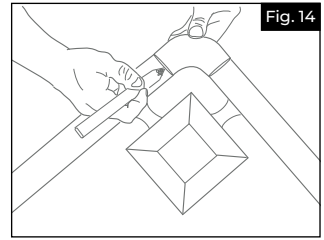

Fig. 14
- Placer le coin en ligne avec chaque section droite. Marquer et couper les sections (figure 14).